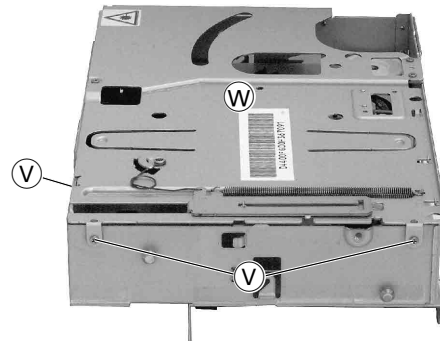

Fig. 9
- 8 Schrauben (V) (Fig. 9 und 11) herauserschrauben und Oberteil (W) abnehmen.
- Undo 8 screws (V) (Fig. 9 and 11) and remove the upper part (W).